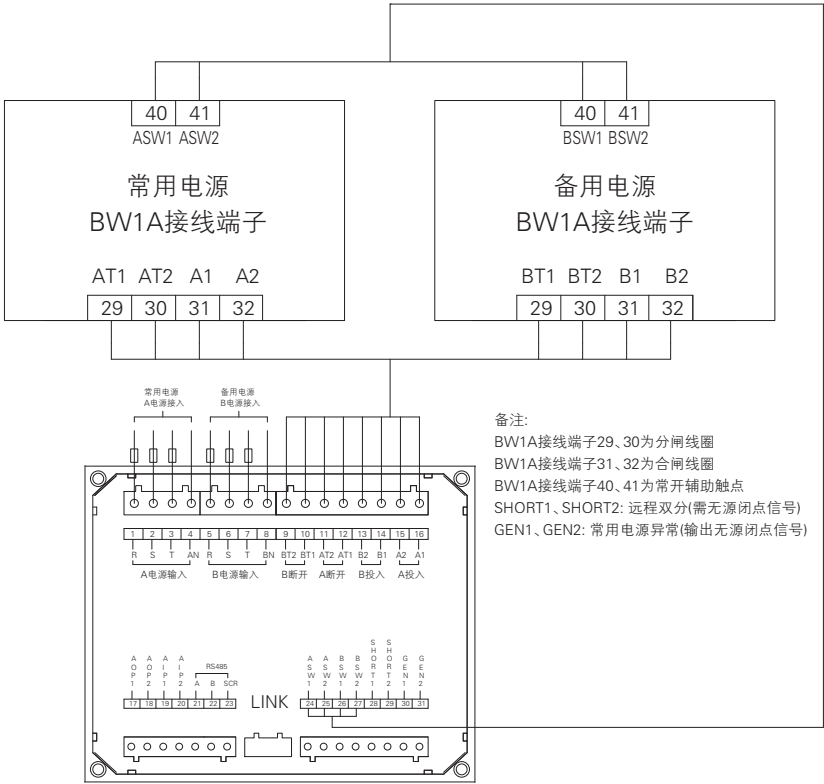

图 34
两台 BW1A 断路器加装机械联锁及加装 BQ3 系列 H 型控制器可组成自动转换开关（接线见图 34）。
2. 双电源自动转换系统除按右图 34 接